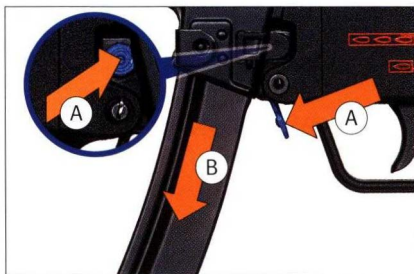

Abb. 47: Magazin entnehmen
2. Magazinhalter drücken (Abb. 47).
3. Magazin entnehmen (Abb. 47).